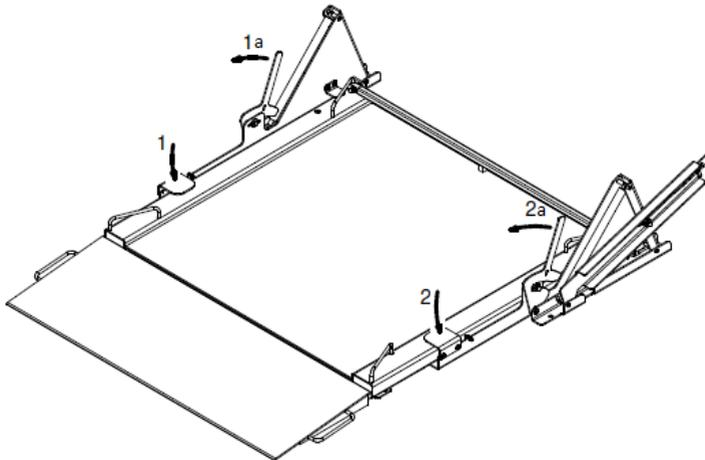

Abbildung 18.
1. Lösen Sie die Verriegelung, während Sie den Hebemechanismus (Punkt 1) drücken (Abbildung 18, Punkt 1a).
2. Drücken Sie den Hebemechanismus (Punkt 2) und gleichzeitig lösen Sie die Verriegelung (Abbildung 18, Punkt 2a).